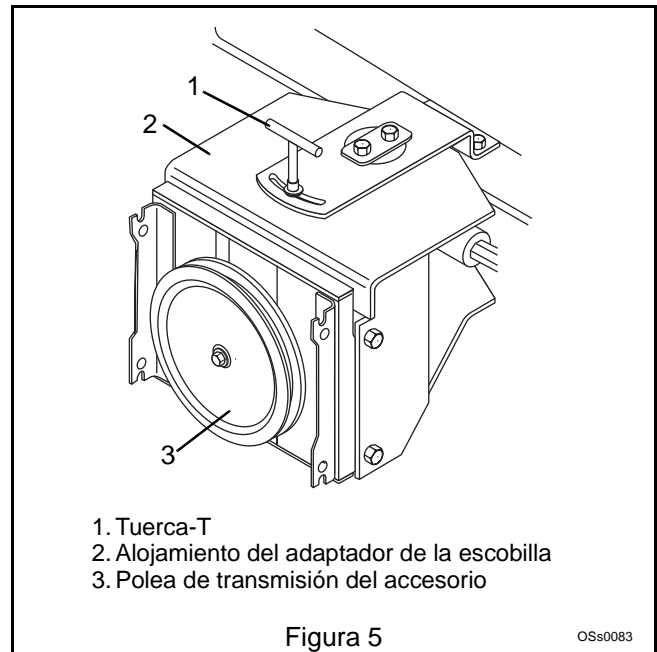

Figura 5
2. Aflojar la tuerca-T en la parte superior del chasis del adaptador y girar la escobilla como sea necesario. Ver Figura 5.